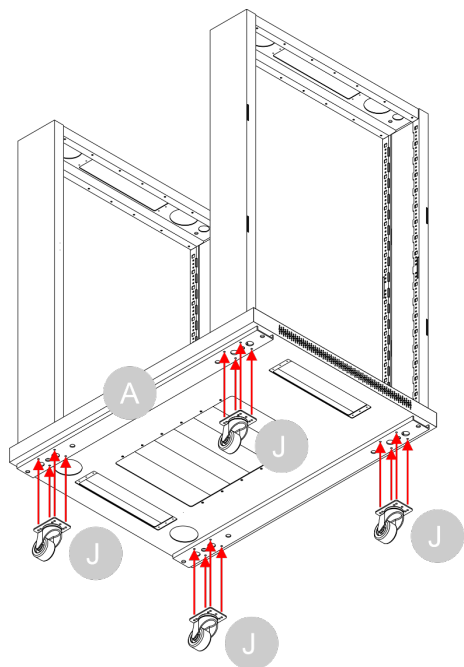

Fig. 21
05) Con una **chiave esagonale (R)**, fissare le 4 **ruote (J)** alla parte inferiore della **piastra di fondo (A)** con **viti 4 x 4 (N)**, come illustrato nella Fig. 21.